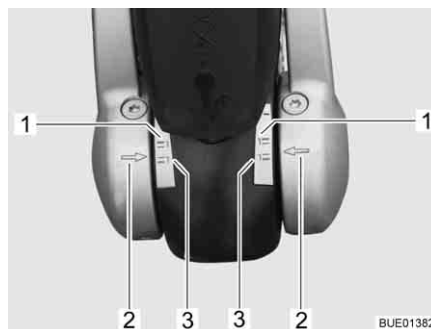

Fig. 96 Indicatore guarnizioni di attrito a sinistra e a destra
- Se le frecce sulla flangia di fissaggio disco (Fig. 96,2) si trovano sotto o sulla superficie di marcatura verde (Fig. 96,3), le guarnizioni di attrito sono considerate ancora nuove.
- Se le frecce sulla flangia di fissaggio disco si trovano all'interno delle superfici di marcatura (Fig. 96,1 e 3), le guarnizioni di attrito sono leggermente consumate.
- Se le frecce sulla flangia di fissaggio disco si trovano al di sopra della superficie di marcatura rossa (Fig. 96,1), le guarnizioni di attrito sono consumate. Far sostituire le guarnizioni di attrito.